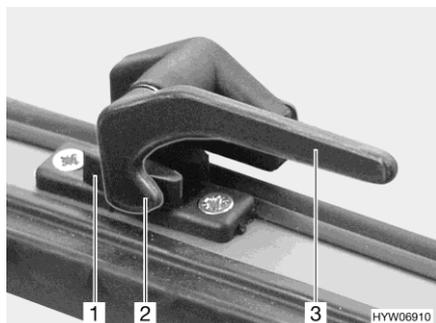

Fig. 24 Levier de verrouillage (position "Fermé")
- Tourner tous les leviers de verrouillage (Fig. 24,3) d'un quart de tour vers le centre de la fenêtre.
- Tourner tous les leviers de verrouillage (Fig. 24,3) d'un quart de tour vers le cadre de la fenêtre. Le tenon de verrouillage (Fig. 24,2) se trouve toujours sur le côté intérieur du verrouillage de fenêtre (Fig. 24,1).
- En position "Fermé" (Fig. 24)